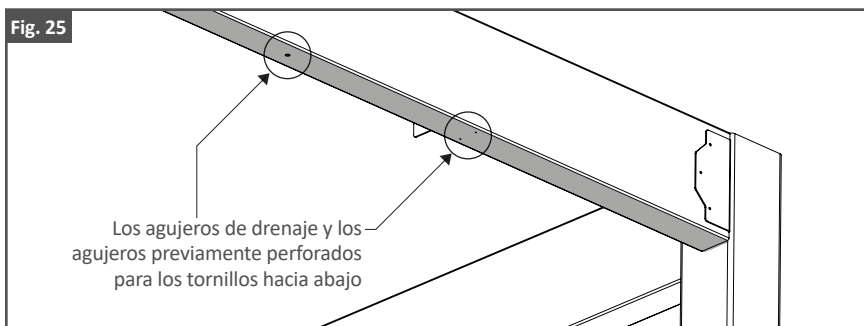

Fig. 26
3. Sujete con 3 tornillos autorroscantes Evolution (componente K) por cada soporte F-50, como se muestra en la Fig. 26.